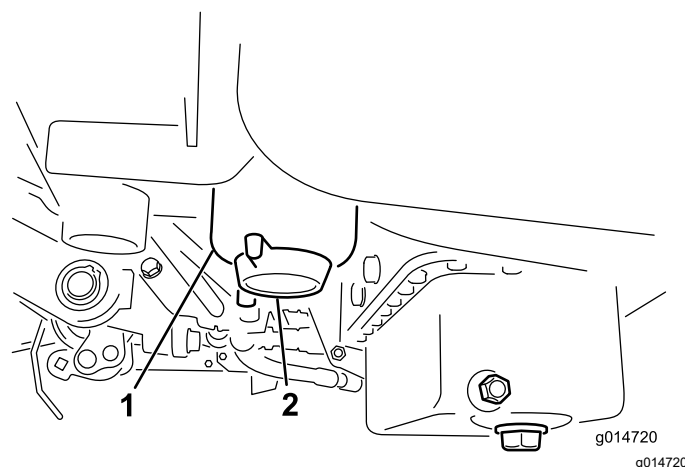

Figura 37
3. Abra el tapón de vaciado del filtro de combustible aproximadamente una vuelta y drene cualquier agua acumulada (Figura 37).